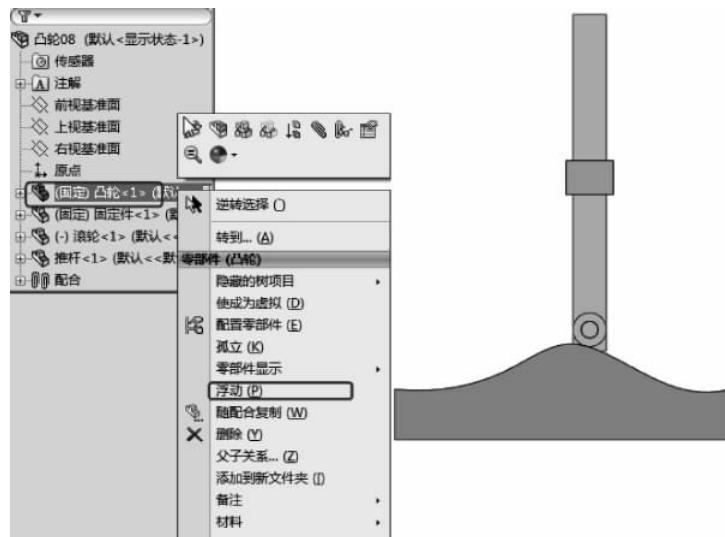

图 3-42 浮动零部件
(12) 在特征树中右击【凸轮】 ,在快捷菜单中选择【浮动】命令,如图 3-42 所示。